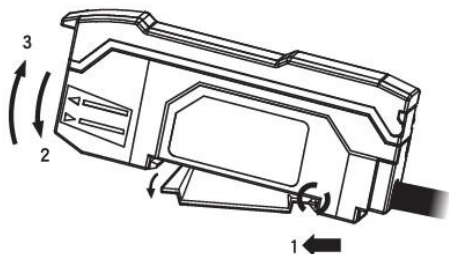

Рис. 1
1. Совместите слот в нижней части корпуса усилителя с направляющей DIN-рейки, как показано на рис. 1.